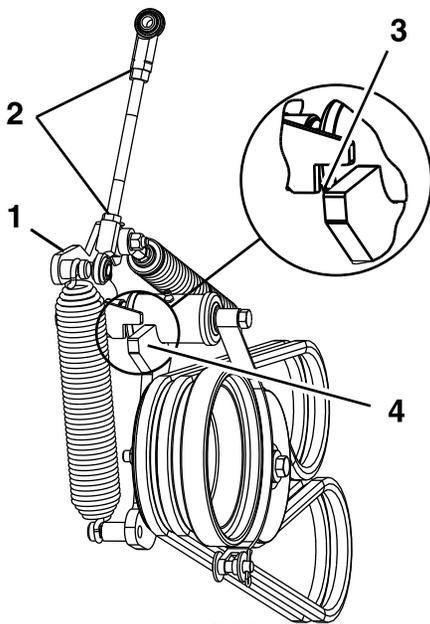

**Figura 57**
6. Desaperte as guias da correia **A** e **B** (Figura 57).
8. Encaminhe as novas correias para as polias, como se mostra na Figura 57.